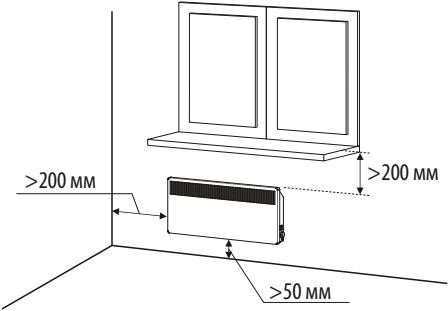

Рисунок. 1. Размещение конвектора
6.1. Для нормальной работы конвектора необходимо обеспечить: расстояние до пола – не менее 50 мм, до боковой стены, мебели – не менее 200 мм, свободное пространство над конвектором – не менее 200 мм (см. рис. 1).